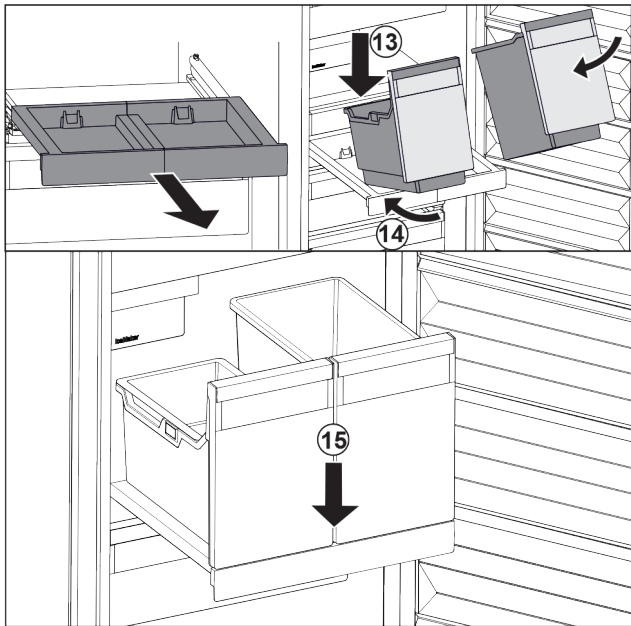

Fig. 31
- ▶ Встановити резервуар на витяжну панель навкоси. Fig. 31 (13)
- ▶ Насунути резервуар навкоси до задку. Fig. 31 (14)
- ▶ Резервуар опустити спереду. Fig. 31 (15)